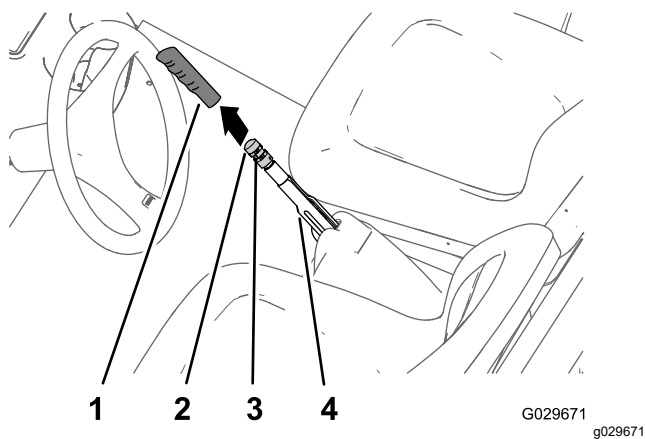

Figura 49
1. Retire la empuñadura de la palanca del freno de estacionamiento (Figura 49).
2. Afloje el tornillo de fijación que sujeta el pomo de ajuste del freno a la palanca del freno de estacionamiento (Figura 49).
(30–35 lbf) para accionar la palanca de freno de estacionamiento (Figura 49).
4. Apriete el tornillo de fijación e instale la empuñadura (Figura 49).
2. Afloje el tornillo de fijación (Figura 49) que sujeta el pomo de ajuste del freno a la palanca del freno de estacionamiento, quite el freno de estacionamiento y afloje el pomo de ajuste del freno.
5. Gire el pomo de ajuste del freno (Figura 49) hasta que se requiera una fuerza de 133–156 N (30–35 lbf) para accionar la palanca de freno de estacionamiento.
- C. Gire el pomo de ajuste del freno (Figura 49) hasta que se requiera una fuerza de 133–156 N (30–35 lbf) para accionar la palanca de freno de estacionamiento.
- Apriete el tornillo de fijación e instale la empuñadura (Figura 49).